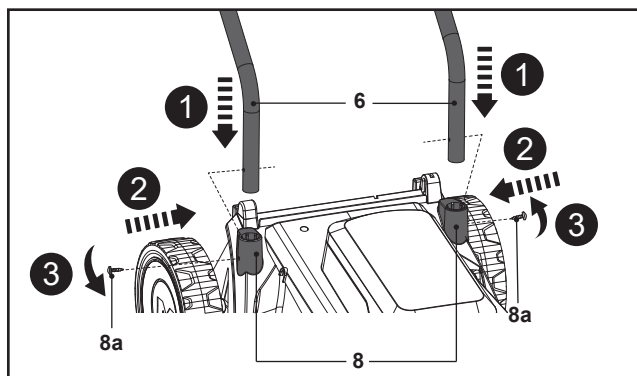

Fig. 1
2. Aligner et insérer la partie courbée du guidon inférieur (6) dans l'encoche du support de guidon (8) jusqu'en butée (Fig. 1, étape 1).
- Aligner les trous de vis du guidon inférieur (6) et du support de guidon (8), puis fixer les connexions en tournant la vis (8a) dans le sens horaire (Fig. 1, étapes 2, 3).
- Répéter les étapes d'assemblage ci-dessus sur l'autre guidon inférieur (6).